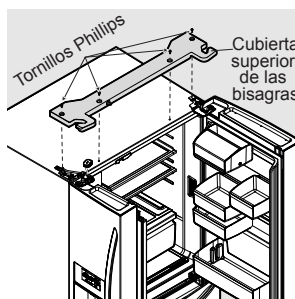

Figura 1
1. Quite los tornillos de la cubierta de bisagra superior y levante hacia arriba. Figura 1.